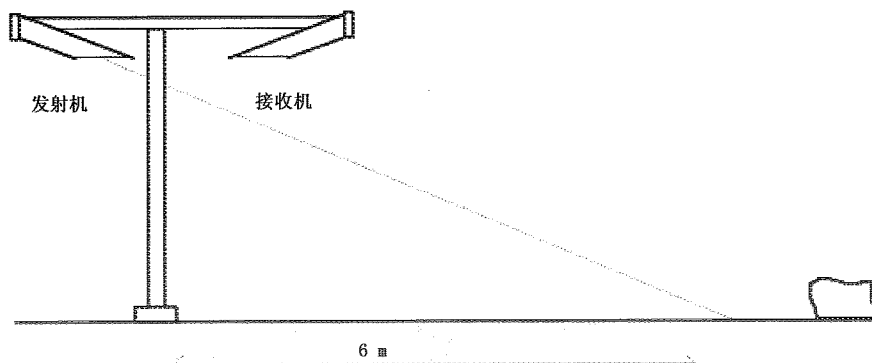

图 7-7 发射机与接收机之间不应存在障碍物
(3)发射机与接收机的视野范围内不应存在障碍物(图 7-7)。这是因为,如果发射光束从障碍物上反射到接收机上,反射信号和真正的散射信号无法分辨,导致得到错误的 MOR 值。可以通过旋转传感器横杆来检测有无影响测量的反射:任何反射都会根据横杆的方位而变化,能见度读数也将相应改变。